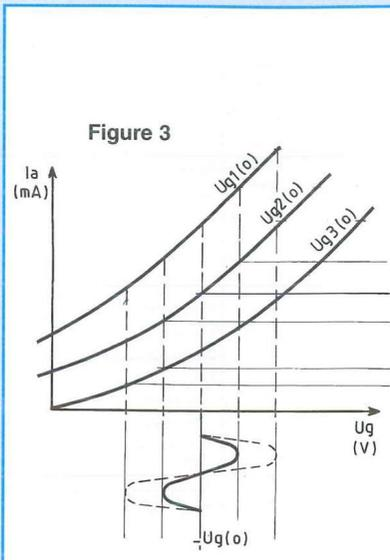

Figure 3
- 3- La tension, appliquée à la grille doit être faible, afin que le **point de fonctionnement ne sorte pas de la partie rectiligne**. Se reporter à la figure 3.